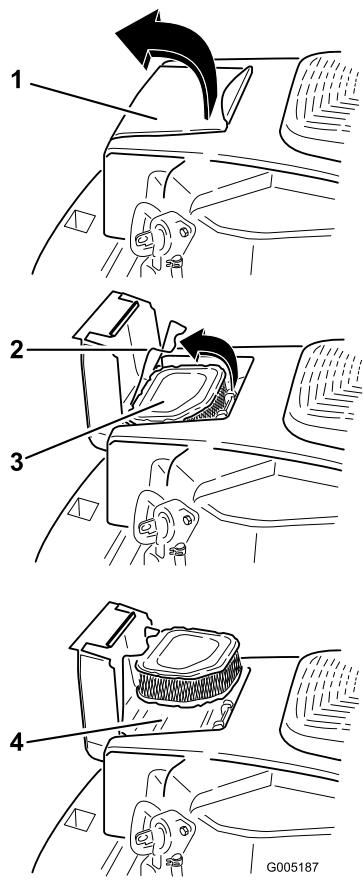

Figura 24
1. Abra la tapa del limpiador de aire de la carcasa del soplador para tener acceso al elemento del limpiador de aire (Figura 24).
2. Abra el enganche de alambre y retire el elemento del limpiador de aire (Figura 24).